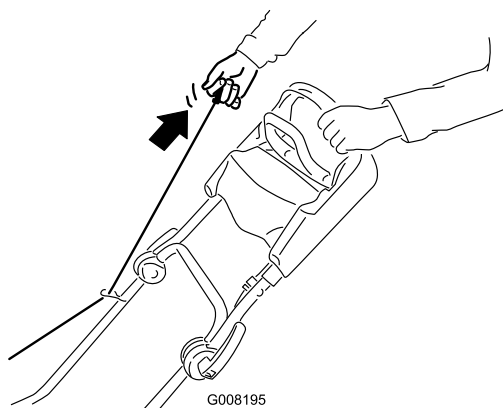
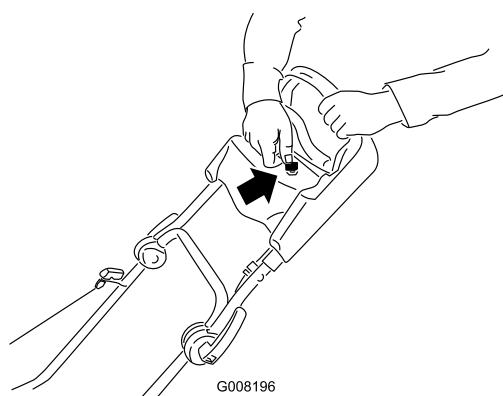

Figura 13
Figura 14
2. Tirate l'avviatore autoavvolgente (Figura 13) o girate la chiave di accensione come illustrato in Figura 14 (solo per il modello 21027).